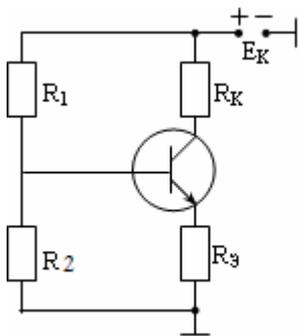
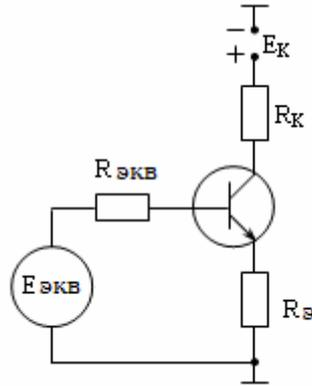

Рис. 1
Рис. 2
5.1. В соответствии с таблицей 2 произвести расчет соответствующих параметров усилителя (рис.1).
Преобразуем схему, представленную на рис. 1, в вид (рис. 2):